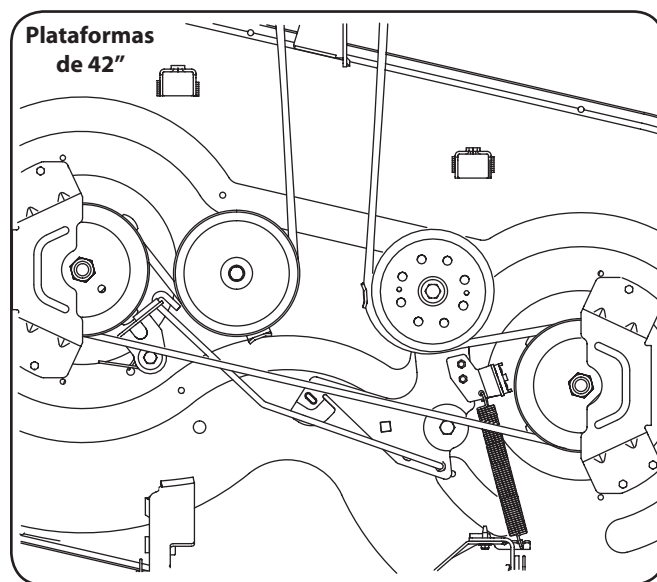
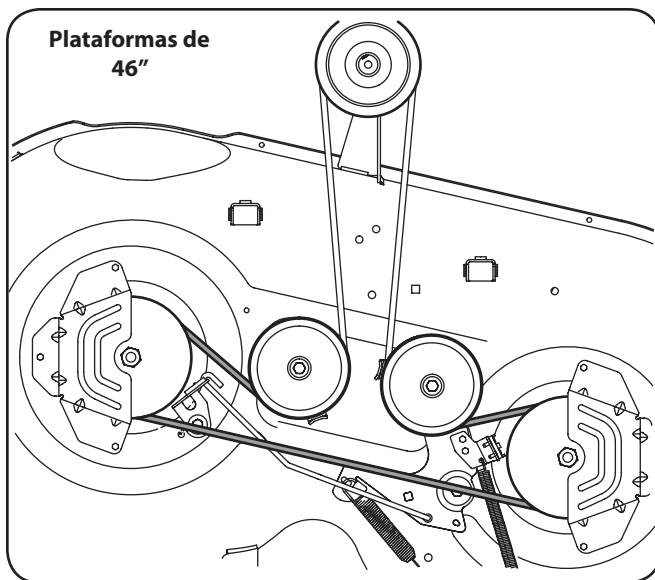
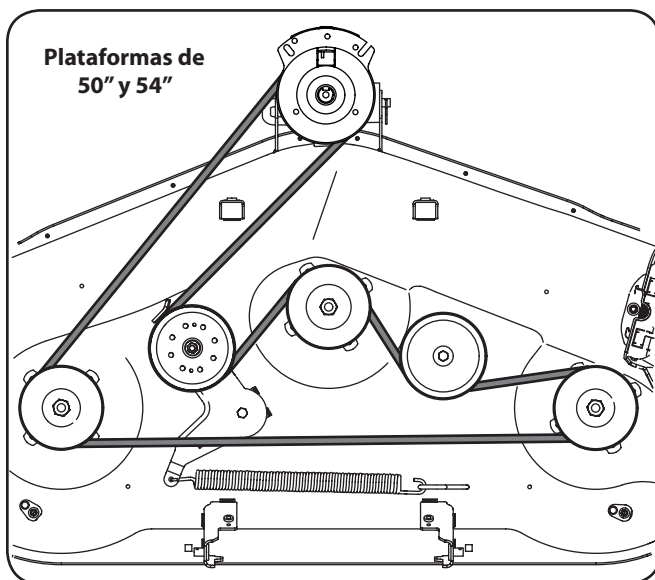

Figura 7-7
Figura 7-8
Figura 7-9
- Coloque la correa nueva como se muestra en la figura correspondiente en las páginas siguientes. Consulte Figura 7-7 para plataformas de 42", Figura 7-8 para plataformas de 46" y Figura 7-9 para plataformas de 50" y 54".